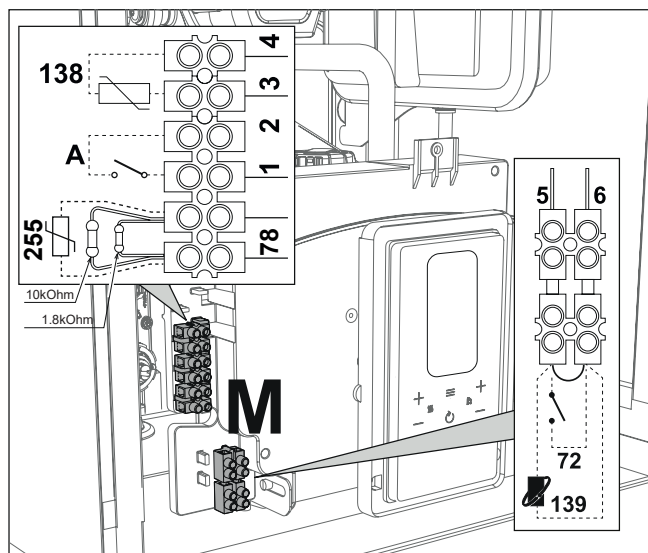

Рис. 29
После снятия передней панели (см. «Открытие передней панели» на стр. 39) можно получить доступ к клеммным колодкам (M) и предохранителю (F), действуя согласно нижеприведенным указаниям (рис. 29 и 30). **Клеммы, указанные на рис. 29, должны иметь чистые контакты (не 230 В).** Расположение зажимов и их назначение показаны также на электрической схеме на рис. 66.
Конфигурация выключателя ON/OFF (А рис. 29)